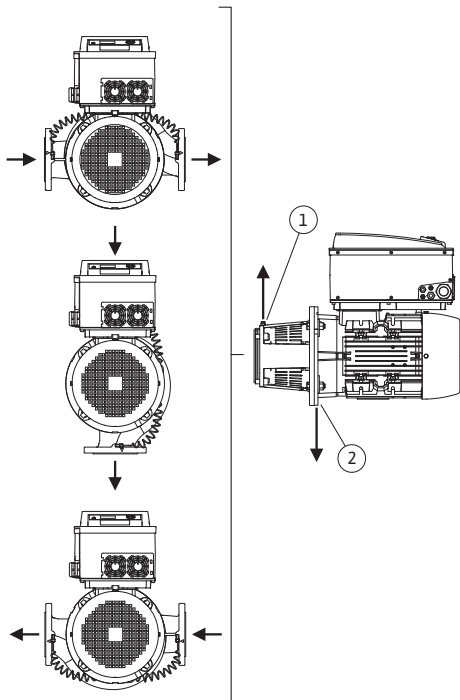

Fig. 14: Godkjente monteringsstillinger med horisontal motoraksel
De godkjente monteringsstillingene med horisontal motoraksel og elektronikkmodulen oppover (0°) er fremstilt i Fig. 14.
Lufting av pumpen fungerer optimalt når luftventilen vender opp (Fig. 14, pos. 1).
Før kondensat ut gjennom eksisterende borer, pumpelanternen og motoren (Fig. 14, pos. 2).